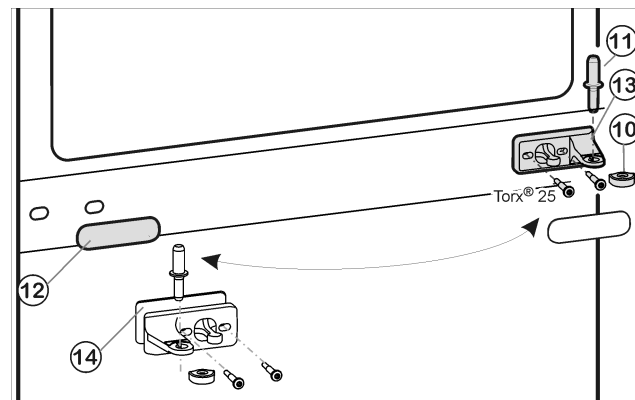
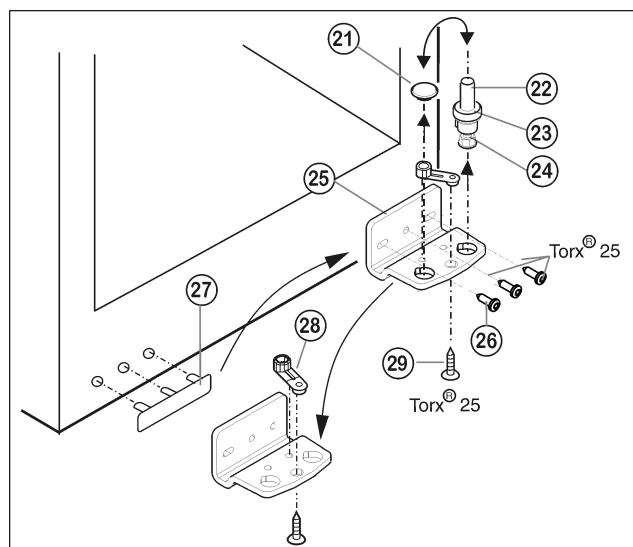

Fig. 5
Fig. 6
- ▶ Retirer le pivot central Fig. 5 (11) de sa charnière et de la porte inférieure.
- ▶ Retirer le capuchon en plastique Fig. 5 (10).
- ▶ Dévisser le support d'appui du milieu Fig. 5 (13) (2 Torx® 25).
- ▶ Retirer avec précaution le panneau-cache Fig. 5 (12) .
- ▶ Visser le support d'appui du milieu Fig. 5 (13) avec le support pivoté Fig. 5 (14) de 180° sur le nouveau côté charnière (avec 4 Nm).
- ▶ Encliqueter de nouveau le panneau-cache Fig. 5 (12) tourné de 180° sur le nouveau côté poignée.
- Dévisser le pivot Fig. 6 (22) complètement avec le disque Fig. 6 (23) et le pied réglable Fig. 6 (24) vers le haut.
- Enlever le bouchon Fig. 6 (21).
- Dévisser Fig. 6 (26) le support d'appui Fig. 6 (25).
- Dévisser l'élément pivotant Fig. 6 (28) et le permuter dans le trou opposé du support d'appui.
- Soulever le cache côté poignée Fig. 6 (27) avec précaution et le positionner sur le côté opposé.
- Revisser à fond le support d'appui Fig. 6 (25) sur le nouveau côté charnière en utilisant une visseuse sans fil si nécessaire, avec un couple de serrage de 4 Nm.
- Replacer le bouchon Fig. 6 (21) dans l'autre trou.
- Replacer le pivot Fig. 6 (22) complètement avec le disque et le pied réglable. Faire attention à ce que les ergots d'encliquetage soient tournés vers l'arrière.
- Placer la porte supérieure par le haut sur le pivot inférieur Fig. 6 (22).
- Remettre le capuchon en plastique Fig. 5 (10) sur le support d'appui central Fig. 5 (13).
- Placer le pivot du milieu Fig. 5 (11) sur le nouveau côté charnière à travers le support d'appui central Fig. 5 (13) dans la porte inférieure.
- Placer la porte supérieure sur le pivot du milieu Fig. 5 (11).
- Aligner éventuellement les portes à la carrosserie grâce aux deux trous longitudinaux dans le support d'appui inférieur Fig. 6 (25) et le support d'appui central Fig. 5 (13). Pour cela, dévisser la vis centrale du support d'appui inférieur Fig. 6 (25).